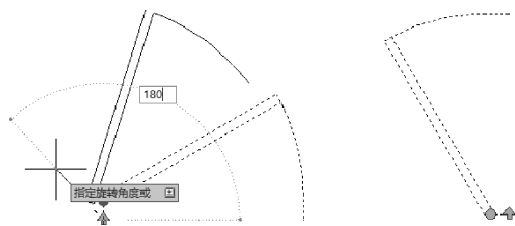

图 6-30 应用“旋转”动作
9) 执行“插入块”命令，在图形中插入名为“门平面”的图块，单击该图形对象以激活夹点状态，并选择旋转动作夹点，即可进行旋转动作，结果如图6-30所示。